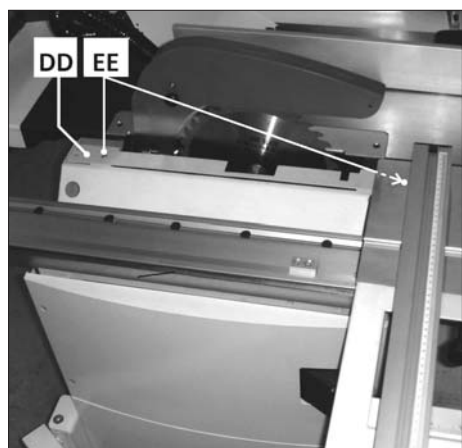

Рис. 18
- Ослабьте 2 винта (ЕЕ. Рисунок 18) и снимите крышку (DD).